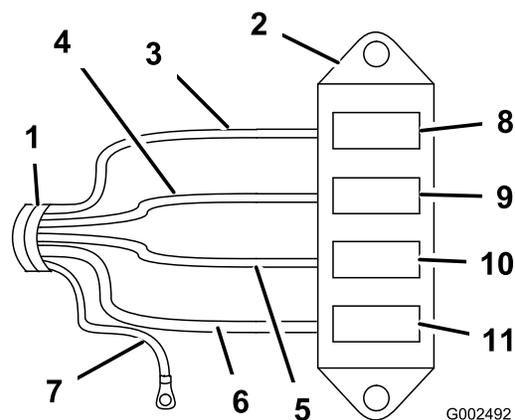

Figura 11
7. Collegate il cablaggio elettrico preassemblato al portafusibili unendo i fili del cablaggio ai corrispondenti connettori nel lato posteriore del portafusibili (Figura 11).